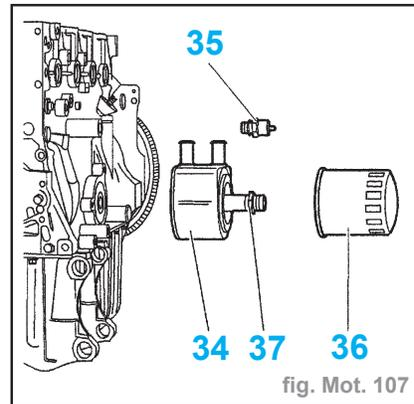

fig. Mot. 107
- le support moteur (25)
- les vis (29)
- la vis (26)
- le pignon d'arbre à cames (27)
- le moyeu d'arbre à cames (28)
- les vis (31)
- le pignon de pompe d'injection (32)
- le galet enrouleur (33)
- Déposer (fig. Mot. 107) :
- le filtre à huile (36)
- la vis (37)
- l'échangeur thermique (34)
- le manocontact de pression d'huile (35)